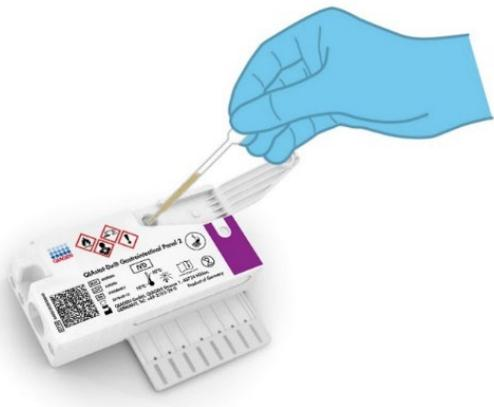

Figura 7. Trasferimento del campione nella porta principale della QIAstat-Dx Gastrointestinal Panel 2 Cartridge.
7. Trasferire con cura il campione nella porta principale della QIAstat-Dx Gastrointestinal Panel 2 Cartridge, utilizzando la pipetta di trasferimento monouso in dotazione (Figura 7).